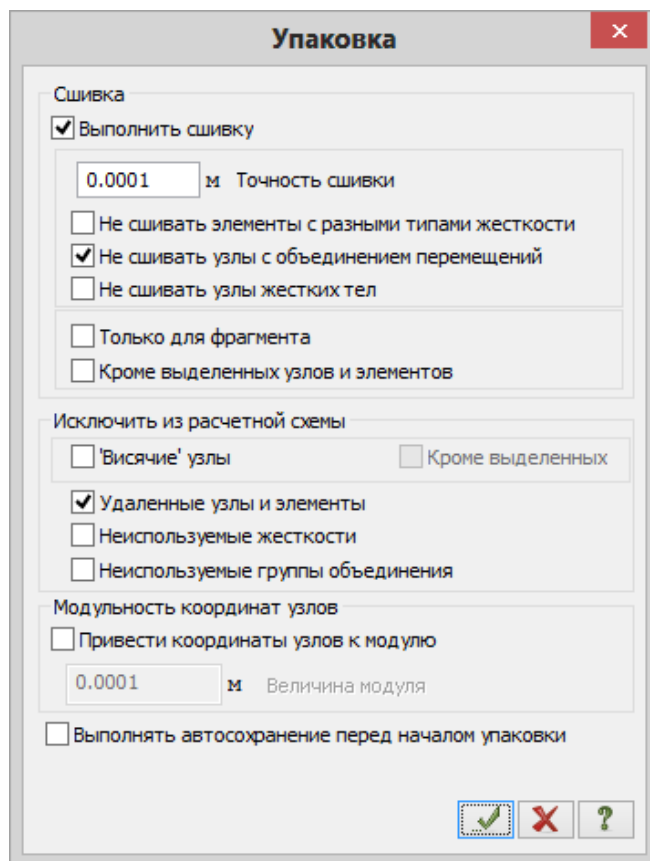

Рис.4.7. Диалоговое окно Упаковка
- Щелчком по кнопке  – **Упаковка схемы** (панель **Редактирование** на вкладке **Создание и редактирование**) вызовите диалоговое окно **Упаковка** (рис.4.7).